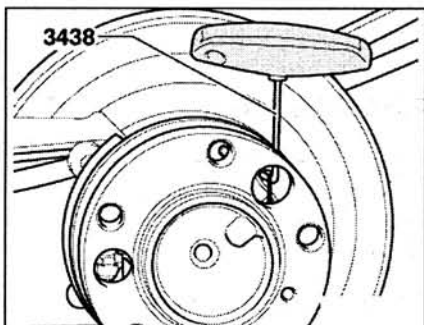

Рис. 7.45. Отцепите возвратные пружины с помощью приспособления VAS 3438.
3. Отцепите возвратные пружины с помощью приспособления VAS 3438 (рис. 7.45).